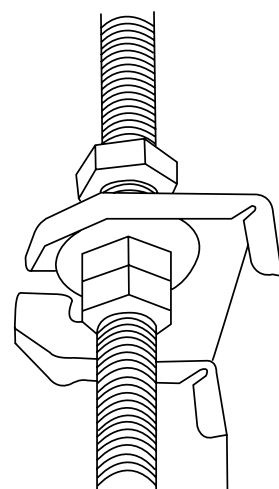

Рис. 4.9
8. Установите внутренний блок. Для подъема и крепления блока требуется два человека. Введите монтажные болты в отверстия для подвески блока. Закрепите их, используя прилагаемые шайбы и гайки (см. рис. 4.9).